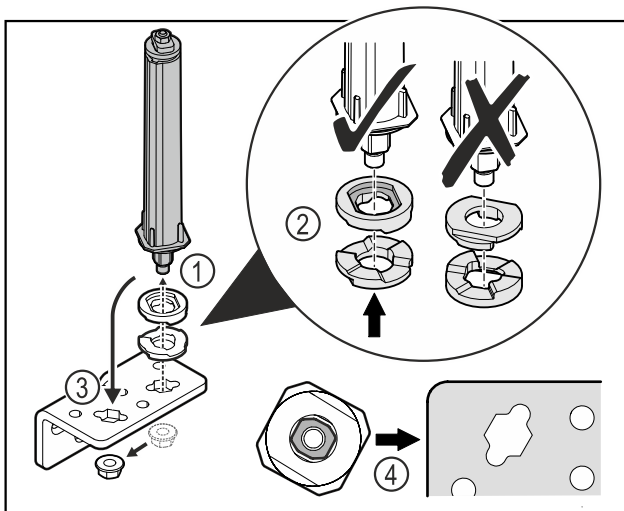

Fig. 26
- ▶ Moer losmaken en deursluitsysteem verwijderen Fig. 26 (1).
- ▶ De correcte uitlijning van de hoogte-instelschijven in acht nemen Fig. 26 (2).
- ▶ Deursluitsysteem in de scharnierhoek verplaatsen en met de moer vastzetten Fig. 26 (3).
- ▶ Bij het plaatsen de correcte uitlijning van het deursluitsysteem in acht nemen Fig. 26 (4).